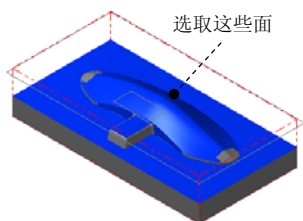

图 9.44 选取干涉面
(2) 单击 **干涉面** 区域中的  按钮, 选取图 9.44 所示的面为干涉面 (共 7 个), 然后按 Enter 键。
(3) 单击  按钮, 完成加工区域的设置, 同时系统弹出“曲面精加工等高外形”对话框。